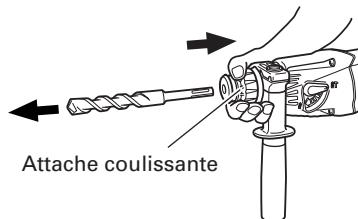

Fig. 3
(3) Vérifier que le foret est bien verrouillé en tirant dessus.
(4) Pour retirer le foret de perçage, tirer complètement l'attache coulissante dans le sens de la flèche et sortir le foret. (Fig. 3)